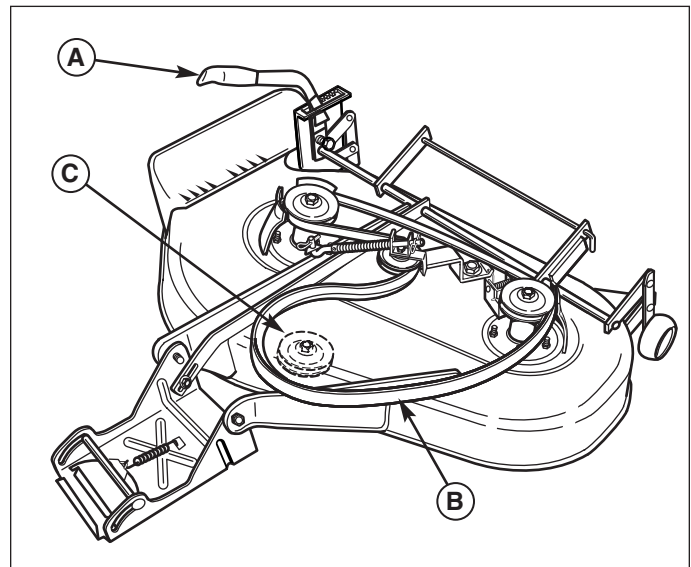

Figure 7. Cheminement de la courroie de tondeuse (Tondeuse de 97 cm)
2. Mettre la tondeuse sur la position de coupe la plus basse, à l'aide du levier de réglage de hauteur (A, Figures 7 et 8).
7. Installer la courroie d'entraînement de la tondeuse (B, Figures 7 et 8) sur la poulie du moteur ; plier légèrement en arrière le guide de la courroie pour passer la courroie sur la poulie.
1. Tirer sur le levier de réglage de hauteur (A, Figures 7 et 8) vers l'arrière et à gauche pour le dégager.